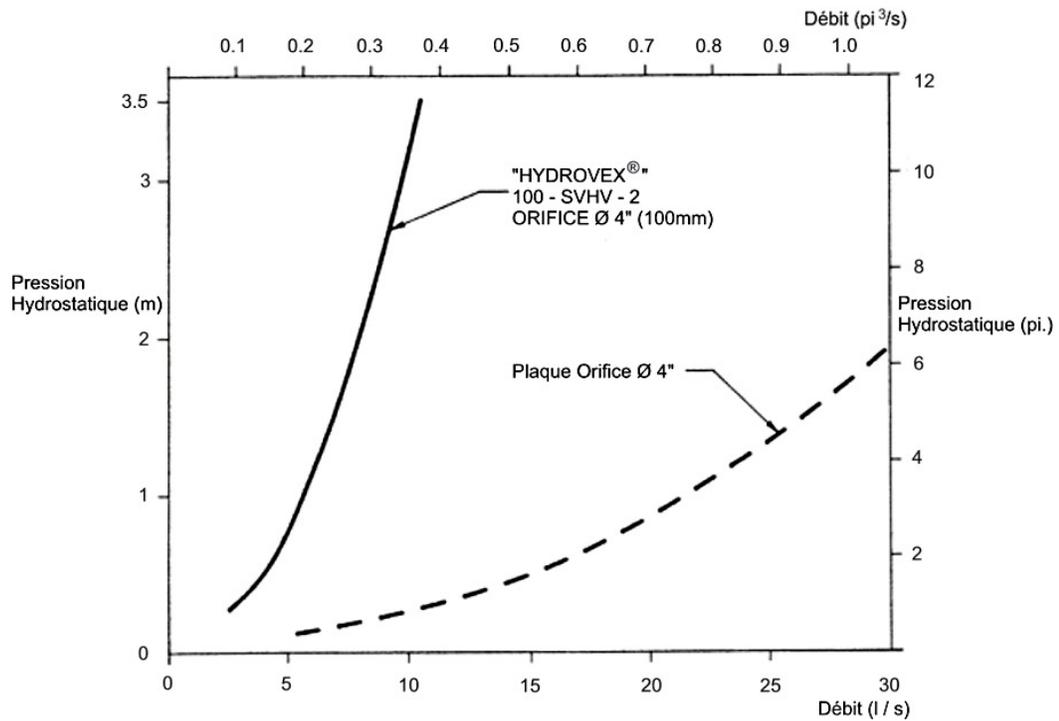

FIGURE 2: COURBE DÉMONTRANT UN RÉGULATEUR HYDROVEX® VS UNE PLAQUE ORIFICE
- Grâce à la création du vortex, l'aire de passage d'un régulateur **VHV / SVHV** est typiquement 4 à 6 fois plus grande que celle d'une plaque orifice. Ceci diminue les chances de blocage du régulateur dû aux sédiments accumulés et aux débris volumineux que l'on trouve lorsqu'un orage survient. **Figure 2** démontre la courbe de débit d'un régulateur à vortex comparativement à une plaque orifice équivalente. On peut voir que pour une même hauteur d'eau et aire de passage, le régulateur **VHV / SVHV** contrôle un débit d'environ quatre fois plus petit que la plaque orifice.